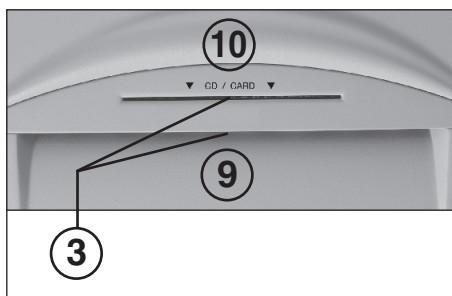

fig. 2
- 3 = Barrière photoélectrique (marche avant) (figure 2)
Amener le papier au bloc de coupe à travers la bouche d'entrée du papier (9) (figure 2).
Amener les supports de données (CD, DVD, carte de crédit ou disquettes de 3,5") individuellement au bloc de coupe à travers la bouche d'entrée de sécurité séparée (10) (figure 2).